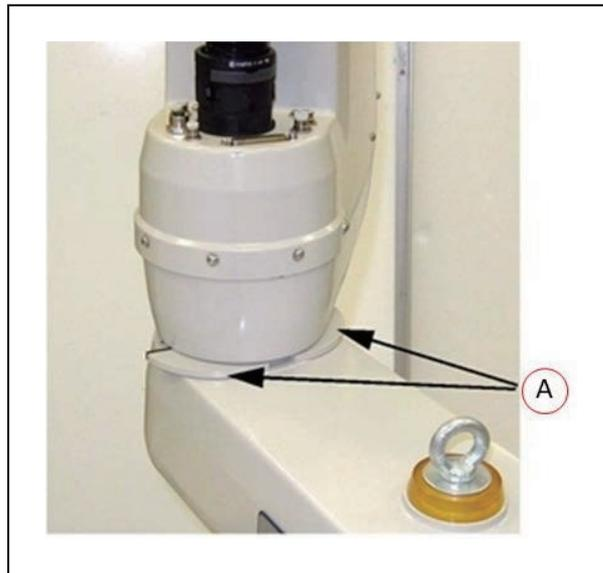
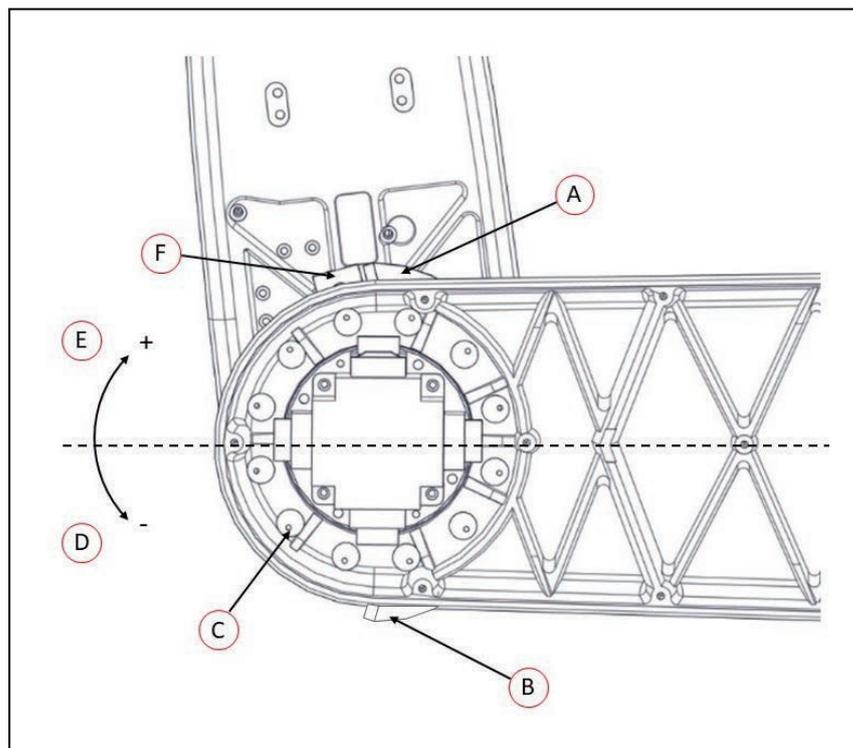

图 5-15. 安装在位置 2 (A) 的关节 2 可调式硬停止板
图 5-16. 关节 2 可调式硬停止的螺钉位置（从下往上看）
1. 将两个可调式硬停止板滑入内连接件和外连接件之间的空隙中（参见图5-15）。从下面往上看内连接件，将板上的孔与内连接件上的孔对齐（参见图5-16）。